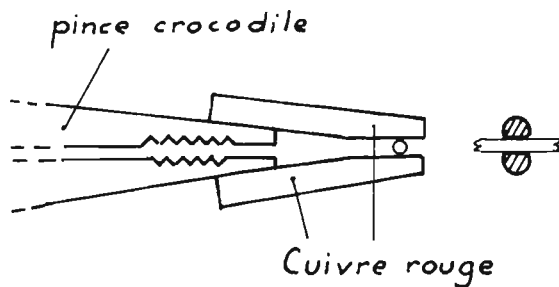

Fig. 42. - Shunt thermique.
- . Souder en utilisant un shunt thermique, (Fig. 42) réalisé avec une pince crocodile sur les becs de laquelle on a soudé deux mâchoires en cuivre rouge. Faire à la lime, un méplat sur chaque face interne des mâchoires, de façon à assurer une prise de surface aussi grande que possible. Avant de faire le point de soudure, pincer le fil de résistance, côté corps. Souder et laisser la pince jusqu'à refroidissement. Procéder de même pour l'autre fil.